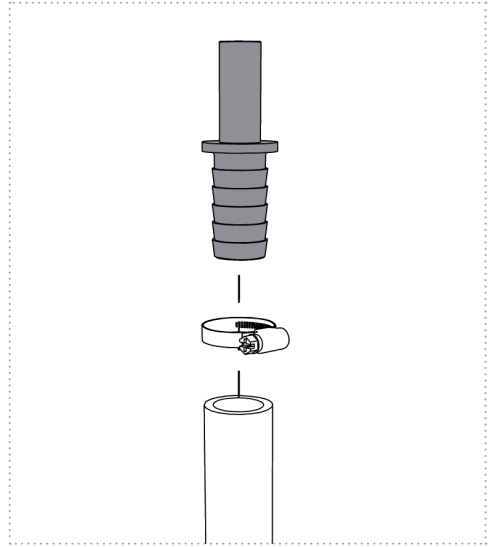

Abbildung: 8
2. Schieben Sie den Schlauch, kommend von der Pumpe, auf die im Lieferumfang enthaltene, passende „Einsteck-Schlauchtülle“ und befestigen diese mit einer Schlauchschelle (*Abbildung 8 und 9a*).
3. Schieben Sie den Schlauch, abgehend von der biolite®, auf die im Lieferumfang enthaltene, passende „Einsteck-Schlauchtülle“ und befestigen diese mit einer Schlauchschelle (*Abbildung 8 und 9a*).